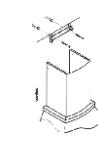

рис. 5
8.3 Для очистки алюминиевого фильтра извлеките его из вытяжки (рис. 5) и произведите очистку с помощью щетки горячим водным раствором нейтрального моющего средства вручную или в посудомоечной машине (при 60°C). Сильно загрязненный фильтр не следует мыть в посудомоечной машине вместе с посудой. Страйтесь не сгибать фильтр при мойке. Возможное изменение цвета фильтра, с течением времени, не приводит к снижению эффективности его действия.
- перед установкой вытяжки снимите алюминиевый фильтр (фильтры), для этого нажмите на пружинный замок на фильтре и потяните его вниз и на себя (рис. 5);